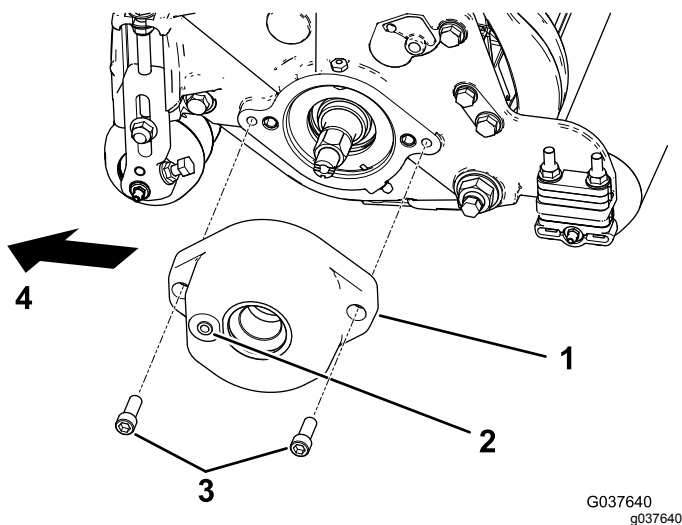

Рисунок 4
2. **Только для комплекта модели 133-0158 для машин Reelmaster серии 5010 с 7-дюймовыми режущими блоками:** установите корпус щетки катка на корпус подшипника барабана с помощью двух болтов с шестигранными головками (3/8 x 1 дюйм); см. Рисунок 4.